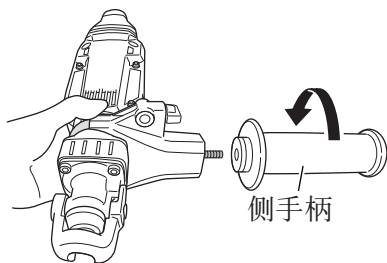

图 17
- (4) 调整带子，使其位置适合于作业，并旋转侧手柄以便紧固带子。确保带子牢牢紧固。(图 17)